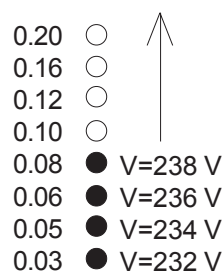

Fig. 3 - Indications optiques lorsque la tension de réseau est  $V > 230 \text{ VAC}$ : les LEDs inférieurs s'allument à partir de celui en bas (232V).
- 3) Si **V>230 VAC**, les LEDs inférieurs sont allumés; chaque LED allumé équivaut à une diminution de 2V (Fig. 3).